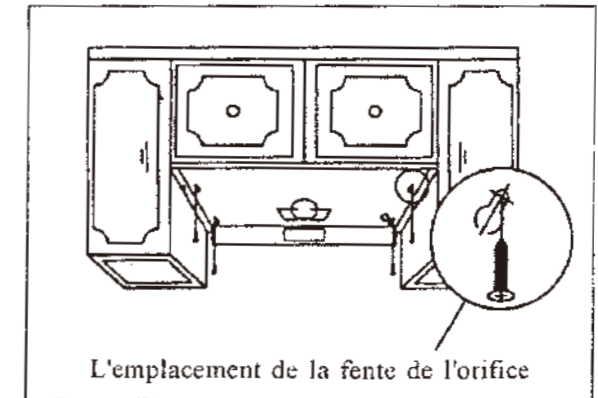

Fig. 9 Serrez les vis sur le fond du cabinet.
3. En dessous du cabinet, marquez la position centrale des extrémités les plus étroites des 4 trous au dessus de la hotte. Vissez les 4 long vis en bois de 5/8" (3/16" de diamètre) sur le cabinet sans les serrer. (Fig. 9)